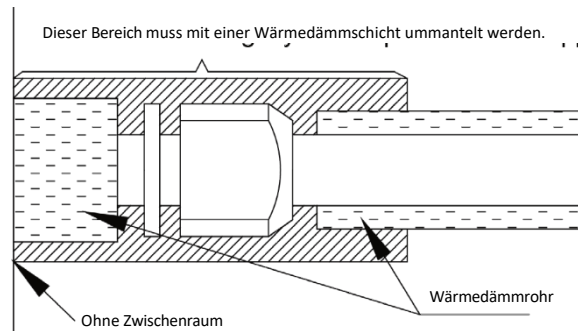

Abb. 22
- 4) Die Anschlüsse an den Innen- und Außengeräten müssen mit Wärmedämmung ummantelt sein und dürfen keinen Spalt zwischen Schlauch und Wand aufweisen. Siehe Abb. 22.